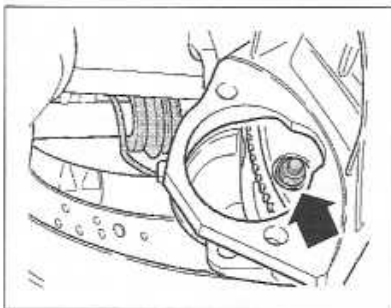

FIGURE 1-28
- Sur les véhicules avec transmission automatique, désolidariser le convertisseur de couple du disque d'entraînement (3 écrous de fixation) (figure 1-28).